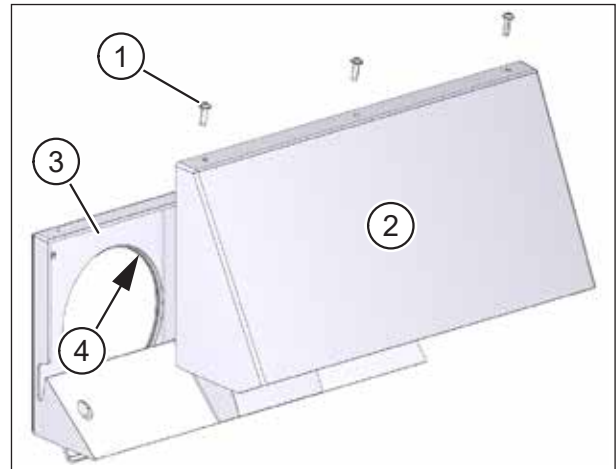

Abb. 9: Abdeckung entfernen
- ▶ Entfernen Sie die drei Kreuzschlitzschrauben 3,5 x 16 (Pos. 1 in Abb. 9) an der Oberseite des Fassadenabschlusses.
- ▶ Schieben Sie die Abdeckung (Pos. 2 in Abb. 9) ca. 10 mm nach oben. Heben Sie die Abdeckung von der Grundplatte (Pos. 3 in Abb. 9) nach vorne ab.
- ▶ Streichen Sie die beiden 4 mm breiten Dichtflächen (Pos. 4 in Abb. 9) an der Innenseite vollständig mit Vaseline ein.